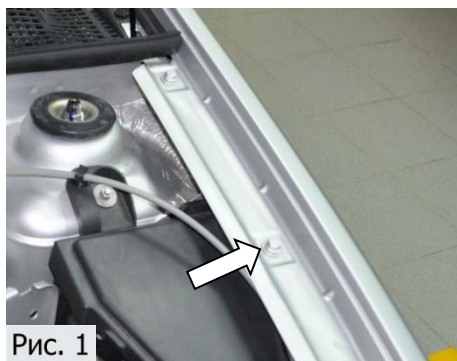

Рис. 1
1. Торцевой головкой №10 открутить болт крепления крыла, (Рис.1).